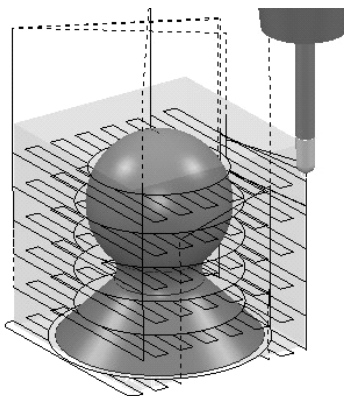

图 2-43 开始点在第一点
3) 在“开始点”选项卡中的“使用”栏选择“第一点”，然后单击“应用开始点”按钮，开始点移动到图 2-43 所示位置。